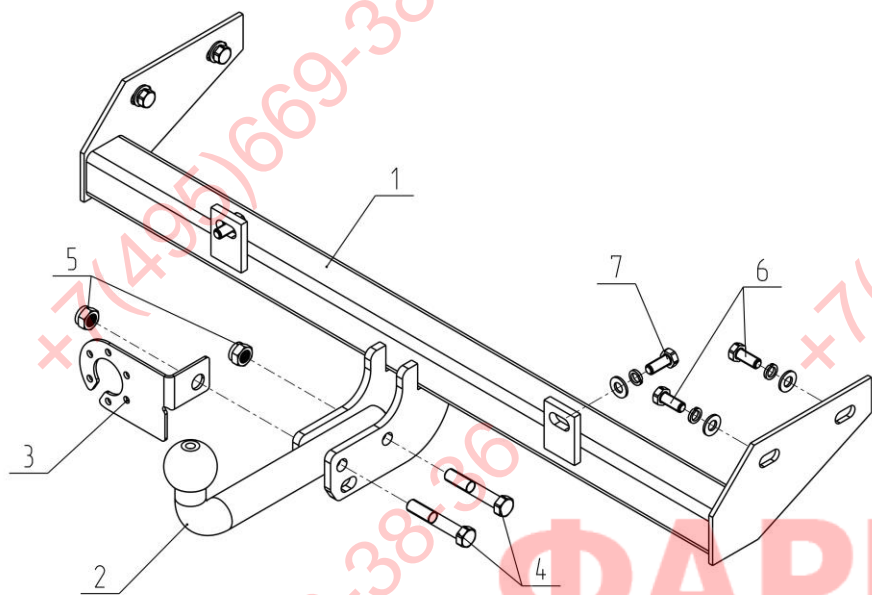

Рисунок 1.
- в соответствии с Рис. 1 установить на ТСУ сцепной шар (поз.2) и подрозетник в сборе (поз.3)